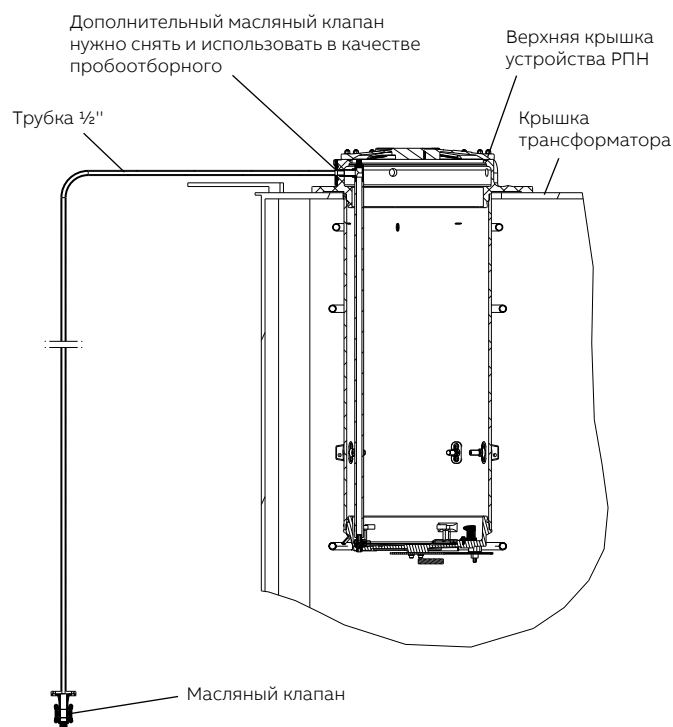

Рис. 70. Дополнительный пробоотборный клапан. Клапан снят и затем установлен на конец пробоотборной трубки.
- Откройте пробоотборный клапан и слейте объем, заключенный в трубке между корпусом дивертерного переключателя и этим клапаном, и еще по крайней мере один дополнительный литр. См. рис. 70.